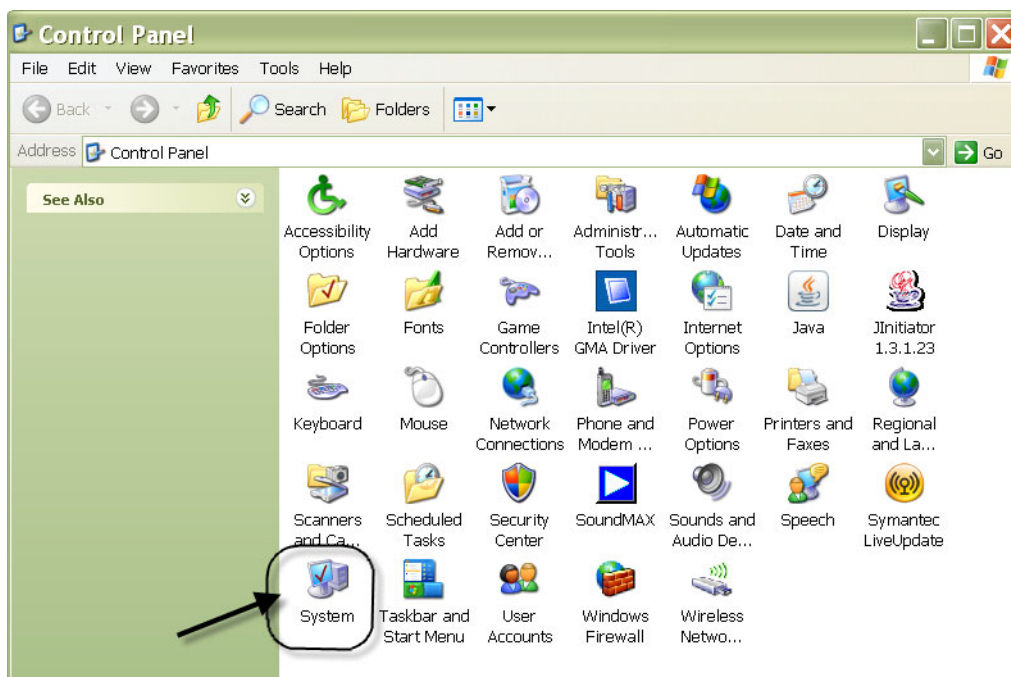

FIG. 189
2. El Panel de control se muestra en FIG. 189.